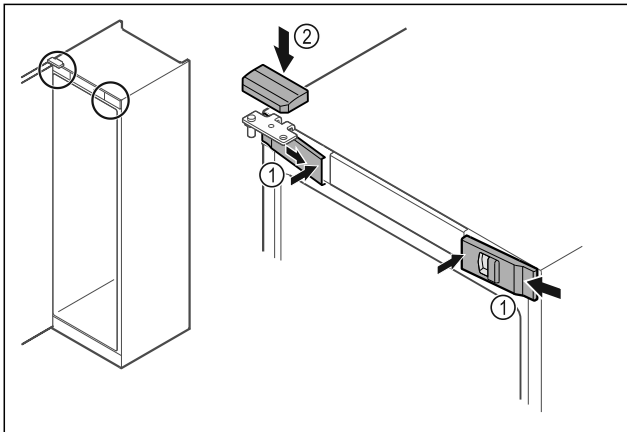

Fig. 50
- ▶ Akassza be oldalt az elülső burkolatokat Fig. 50 (1), és belül pattintsa be.
- ▶ Felülről pattintsa be a felső burkolatot Fig. 50 (2).